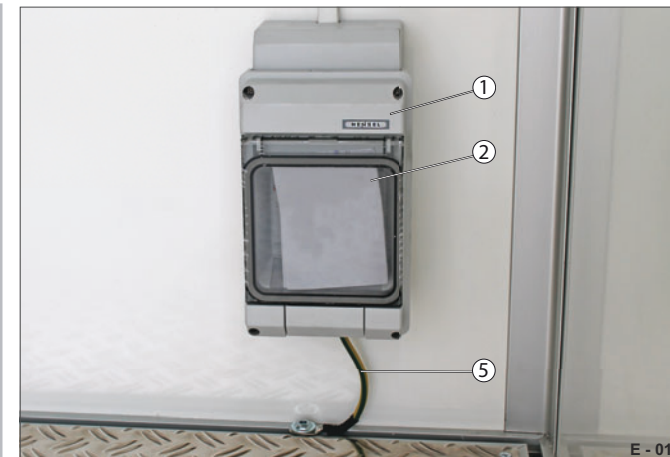

Abb. 10 Verteilerkasten
- Das Prüfprotokoll (Abb. 10/1) liegt dem Verteilerkasten bei.